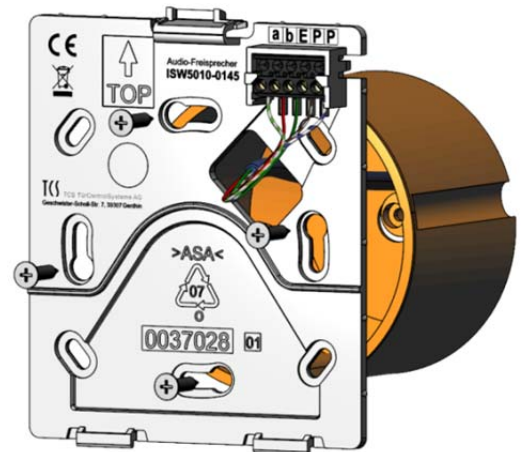

Abb. 4: Montageplatte montieren
- ▶ Schrauben Sie die Montageplatte an der Unterputzdose fest (Abb. 4).